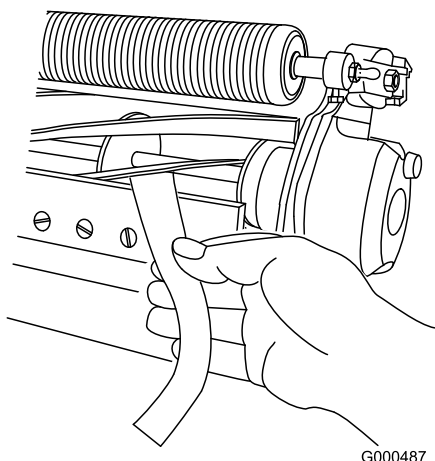

Figura 11
- B. Inserite una lunga striscia di carta per la verifica delle prestazioni di taglio tra il cilindro e la controlama, perpendicolarmente alla controlama (**Figura 11**), quindi **lentamente** ruotate il cilindro in avanti: dovrebbe tagliare la carta; se ciò non avviene, ripetete i passaggi **A** e **B** fino a quando non succede.
11. Inserite una lunga striscia di carta di verifica del taglio (n. cat. Toro 125-5610) tra il cilindro e la controlama, perpendicolarmente alla controlama (Figura 11), poi ruotate **lentamente** il cilindro in avanti: dovrebbe tagliare la carta; in caso contrario, ruotate ciascun bullone di regolazione della barra di appoggio in senso orario di uno scatto e ripetete questo passaggio finché la carta non viene tagliata.